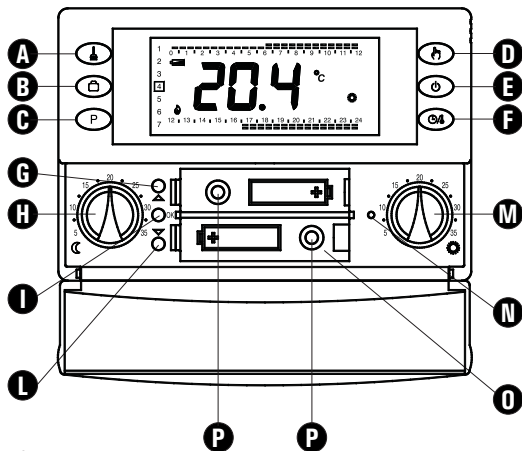

Fig. 1
6. Inserire le batterie nel vano batterie (0 di Fig. 1); vedi paragrafo 'INSERIMENTO/SOSTITUZIONE BATTERIE'.
1. Aprire lo sportellino che dà accesso al vano pile (Fig. 1).